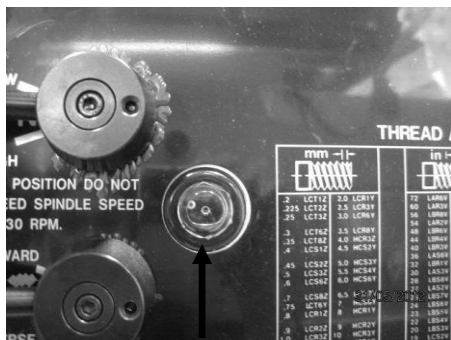

Рис. 23. Смотровое окно масляного насоса.
13. Поверните красную кнопку АВАРИЙНОЙ остановки по часовой стрелке, пока она не выскочит и не запустит насос. Наблюдайте за смотровым окном масляного насоса (Рис. 23). Когда масло вытечет из трубки и будет заметно в смотровом окне, можно запускать токарный станок.